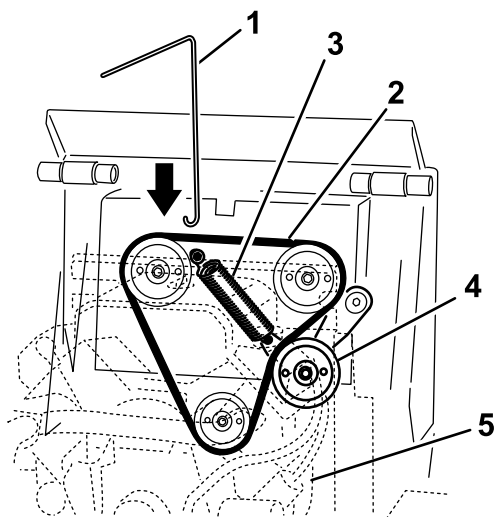

Figura 47
3. Conecte el gancho de la Herramienta para la Retirada de Muelles al gancho del muelle de la polea tensora, y desenganche el muelle del espárrago según se muestra en Figura 47.